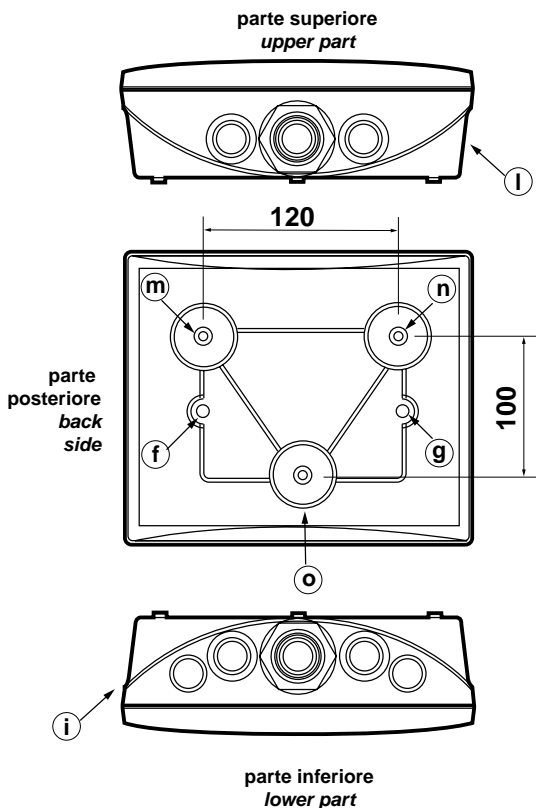

Fig. 1.3.1
5. praticare nella parte posteriore due fori (Fig. 1.3.1 partt. **f**, **g**);
Con riferimento alla Fig. 1.3.1 e relativi particolari: